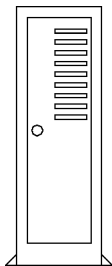

图 15-121 阵列图形
(5) 单击“默认”选项卡“修改”面板中的“矩形阵列”按钮，设置行数为 9，列数为 1，行间距为 -13，阵列结果如图 15-121 所示。